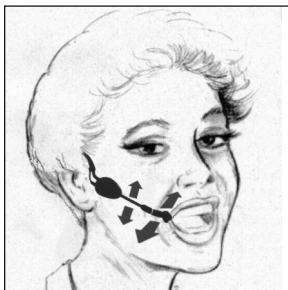

Fig. 2: Posizionare il microfono.
1. Indossate il microfono come indicato nella fig. 2.
- Vedi fig. 2. 3. Cercate la posizione ottima durante il soundcheck.